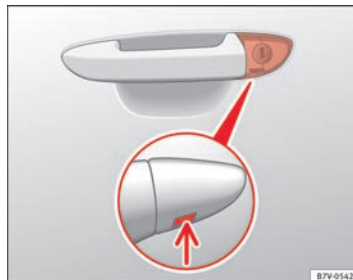

Fig. 52 Dørhåndtag på førerdøren: skjult låsecylinder
- Sæt nøglekammen nedefra og ind i afdækningens åbning ⇒ Fig. 52 (pil) på førerdørens dørhåndtag, og løft afdækningen af nedefra og opad.